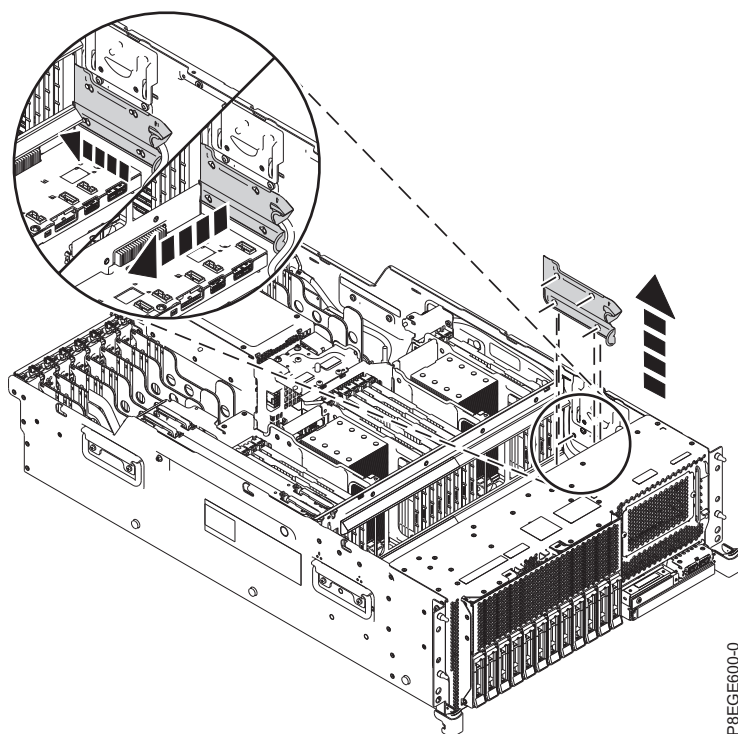

Abbildung 1. USB-Kabelabdeckung ausbauen
4. Bauen Sie die USB-Kabelabdeckung seitlich am Systemchassis aus. Fassen Sie den Griff oben an der Abdeckung und ziehen Sie diese seitlich aus dem Chassis. Schieben Sie die Abdeckung zur Rückseite des Systems, bis die Schlitzte in der Abdeckung die seitlichen Stifte am Chassis freigeben. Anschließend nehmen Sie die Abdeckung ab. Siehe Abb. 1.